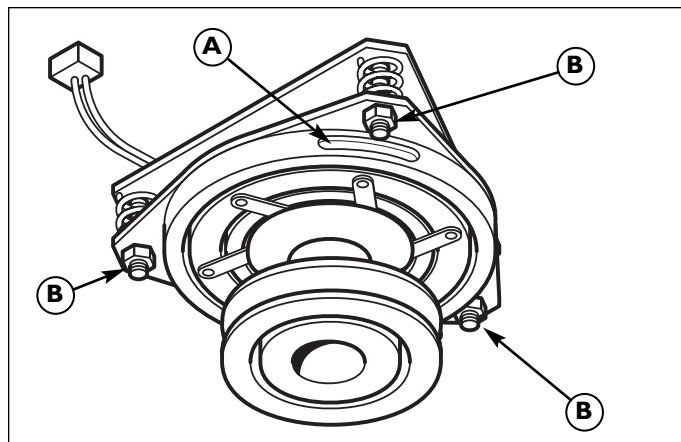

Figura 34. Ajuste del embrague de la toma de fuerza
2. Consulte la Figura 34. Deben tener presente la posición de las 3 ventanas de ajuste (A) que están en el interior de la plancha y las tuercas de ajuste de nylock (B).
4. Ajuste alternativamente las tuercas de ajuste (B, Figura 34) hasta que el lado del rotor y la armadura hagan contacto con el calibrador.